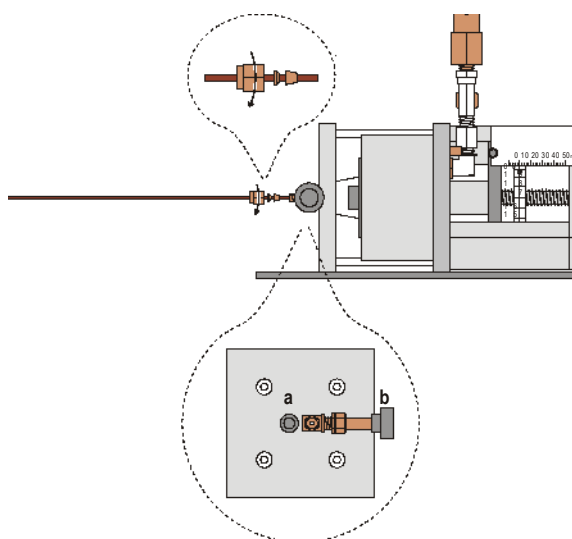

Fig. 3: Anschluss der festen Rohrleitung
- Mitgelieferte Rohrverschraubung beginnend mit der Überwurfmutter auf die Rohrleitung schieben (siehe Fig. 3, Reihenfolge und Ausrichtung wie mit dem Kabelbinder vorgegeben!).